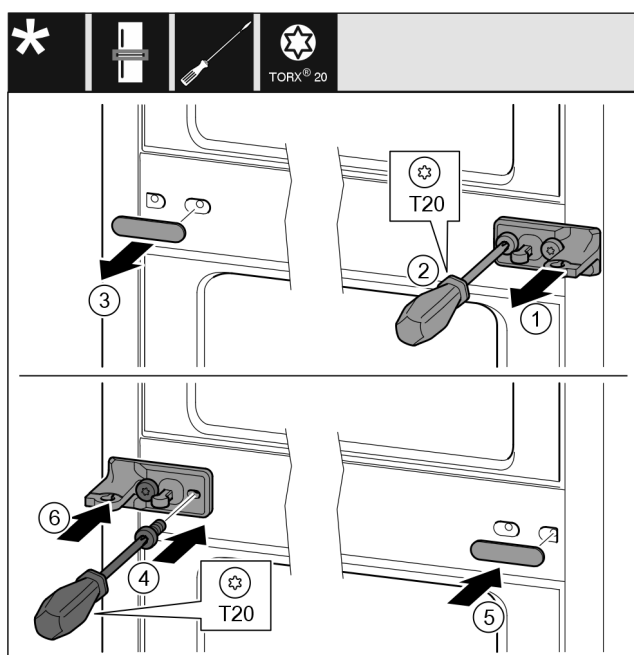

Fig. 41
- ▶ Húzza le az alátétet Fig. 41 (1).
- ▶ Tekerje ki a csavarokat Fig. 41 (2) csavarhúzóval.
- ▶ Óvatosan húzza le a fedelet Fig. 41 (3).
- ▶ Csavarozza fel szilárdan, 180°-kal elfordítva a csapágybakot a fóliával Fig. 41 (4) a másik oldalra.
- ▶ Szerelje fel a fedelet Fig. 41 (5) 180°-kal elfordítva a másik oldalra.
- ▶ Tolja fel az alátétet Fig. 41 (6) előlről.